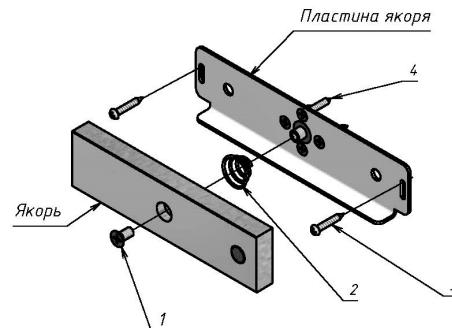

Рисунок 2 – Якорь с комплектом крепления якоря
- комплект крепления якоря 350P (рисунок 2);
5.4 Якорь замка для варианта поставки AL-350FB-M-02 устанавливается без сверления монтажных отверстий в двери и без штифта с помощью комплекта крепления якоря 350Р (рисунок 2). Якорь соединяется с пластиной крепления якоря винтом M6x12 (поз.1) через амортизирующую пружину (поз.2) и затем через регулировочные пазы в пластине крепится саморезами (поз.3) к двери. После окончательной регулировки взаимного положения корпуса и якоря при закрытой двери саморезы (поз.3) затягиваются, якорь снимается с пластины и выполняется крепление пластины к двери саморезами (поз.4), после чего якорь снова устанавливается на пластину.